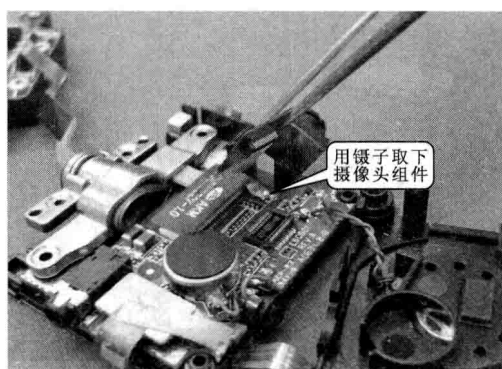

图 1-28 拆卸步骤㉔
步骤⑳ 直接将卡扣撬开即可拆下摄像头组件,如图 1-28 所示。